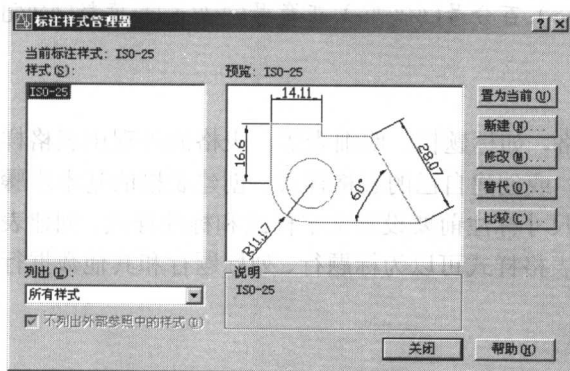

图 1.9 【标注样式管理器】对话框
(1) 利用上面三种方法中的任意一种,打开【标注样式管理器】对话框,如图 1.9 所示。